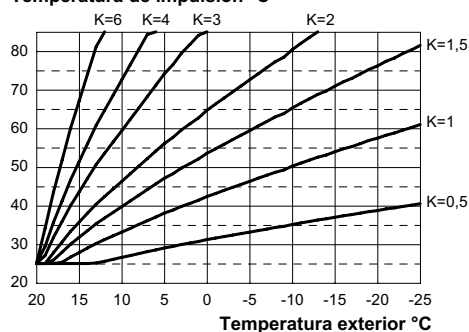

Figura 5.29
Si la caldera **TIENE CONECTADO** el control remoto (opcional) consulte la Figura 5.29.
Cuando se instala la sonda externa, es necesario programar este parámetro en función del rendimiento de la instalación de calefacción para optimizar la temperatura de impulsión (Figura 5.29).
Ej.: para obtener una temperatura de impulsión a la instalación de calefacción de 60 °C con una temperatura exterior de -5 °C, se debe programar un K de 1,5 (línea discontinua en la Figura 5.29).
- Usando los botones 16 o 17 se puede modificar el valor del parámetro 15 entre un mínimo de **01** y un máximo de **60** en función de la curva elegida para el coeficiente K en la Figura 5.29 (el valor que aparece en pantalla corresponde a valores decimales de coeficientes K).